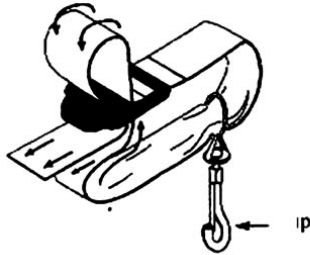

Fig.6
2. Tirer la lanière au dessus du croisillon puis la faire entrer dans la boucle (Fig. 6).